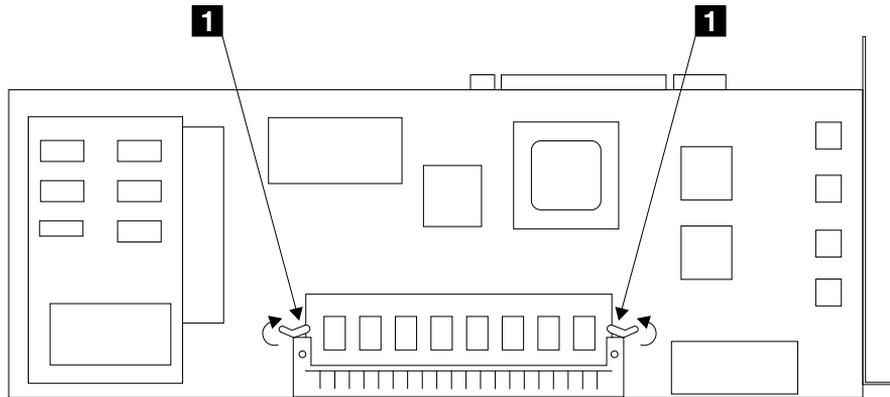

Figure 4. Installation du module SDRAM
4. Reportez-vous à la figure 4 à la page 24.